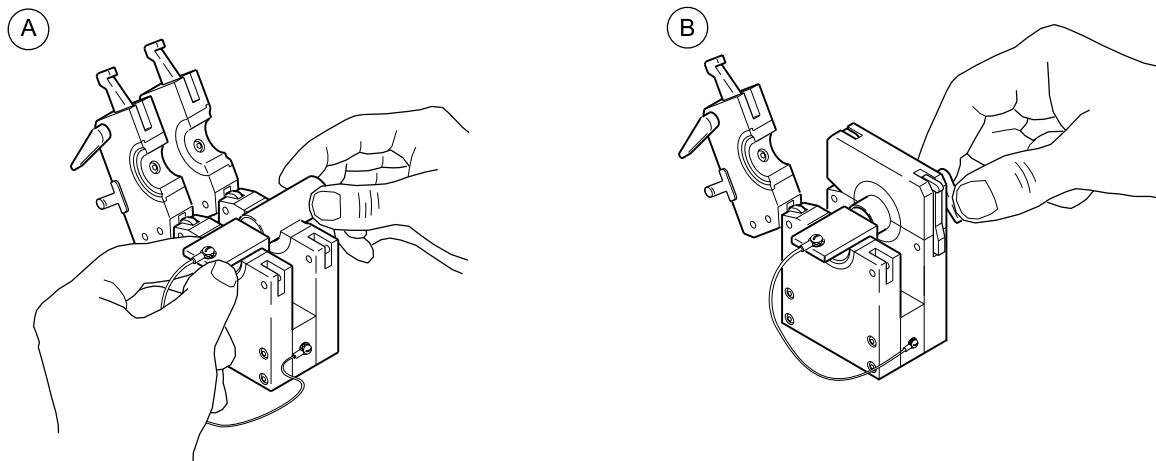

Abbildung 15 Das erste Werkstück in den Spannblock einlegen
2. Legen Sie eines der Werkstücke an die Zentrierlehre an. Siehe Abbildung 15 (A).
3. Schließen Sie die obere Seitenplatte. Siehe Abbildung 15 (B).